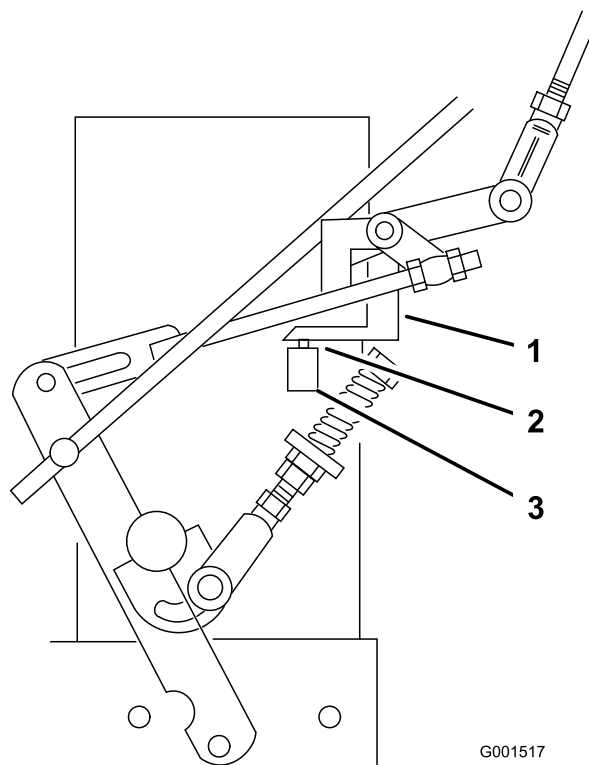

Figura 36
7. Compruebe que el interruptor de seguridad está oprimido y que queda un espacio de 8 mm (5/16 pulg.) entre la barra accionadora y el interruptor. (Figura 36).
8. Si es necesario, ajuste la posición del interruptor para crear el espacio de 8 mm (5/16 pulg.) (Figura 36).